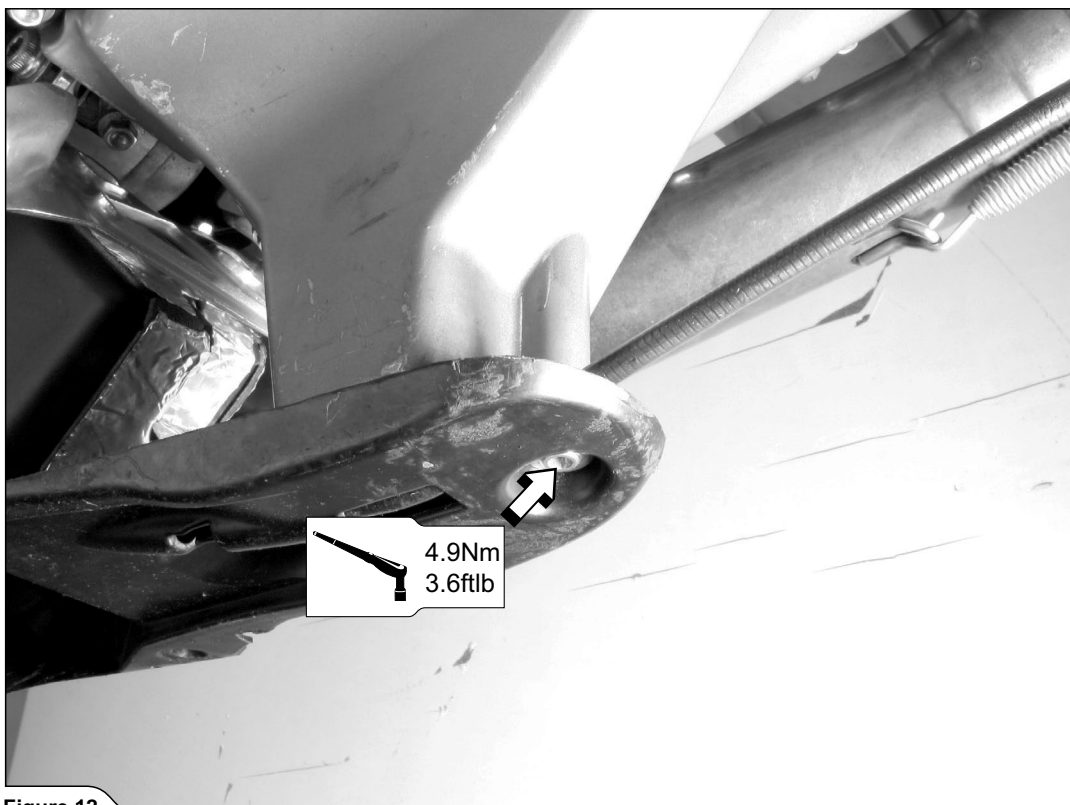

Figure 12
8. Serrer la partie arrière de la protection en plastique sur le carter d'huile (Figure 12).
8. Den hinteren Teil des Kunststoffschutzes an der Ölwanne befestigen (Figure 12).